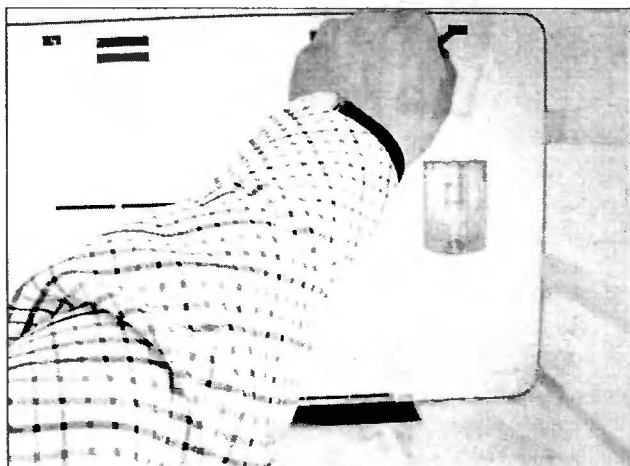

Рис.8.6
- С помощью отвертки освобождают защитную панель испарителя (рис. 8.6).